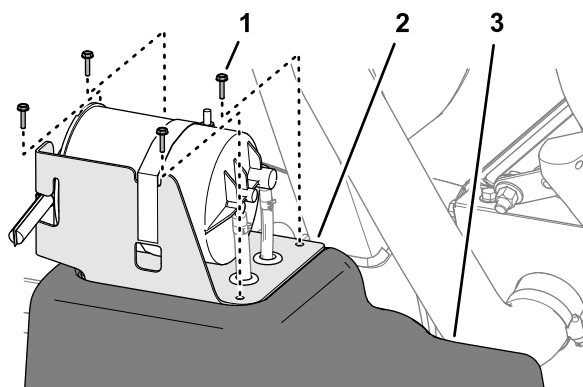

図 83
2. 燃料タンク部分で、カーボンキャニスタ用ブラケットを燃料タンク上部に固定しているねじ#10 x ¾" 4本を外す 図 83。